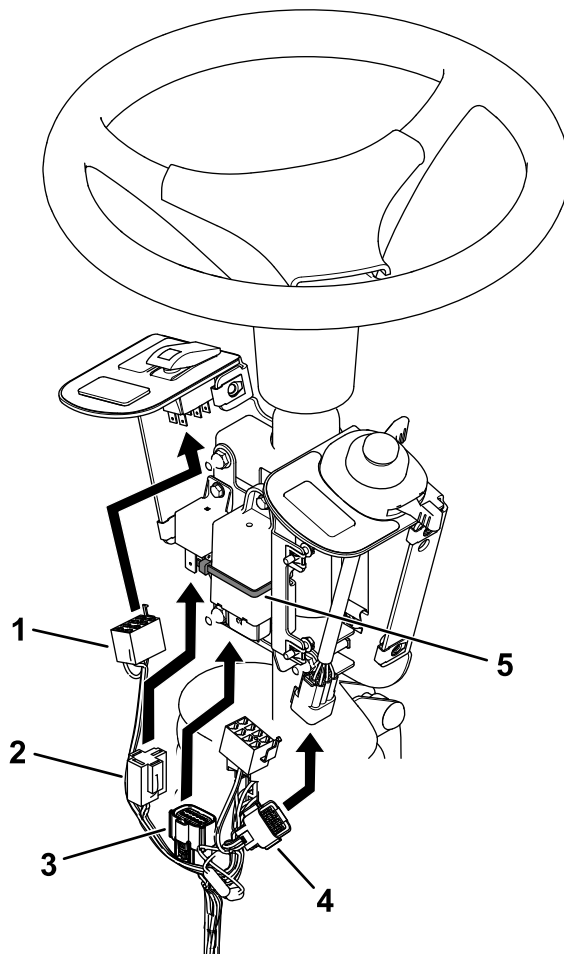

Рисунок 8
- Закрепите прерыватель проблескового сигнала кабельной стяжкой (Рисунок 8).
- Вставьте разъемы жгута проводов в перекидной переключатель и многофункциональный переключатель (Рисунок 8).
- Вставьте разъемы жгута проводов в реле и прерыватель проблескового сигнала (Рисунок 8).